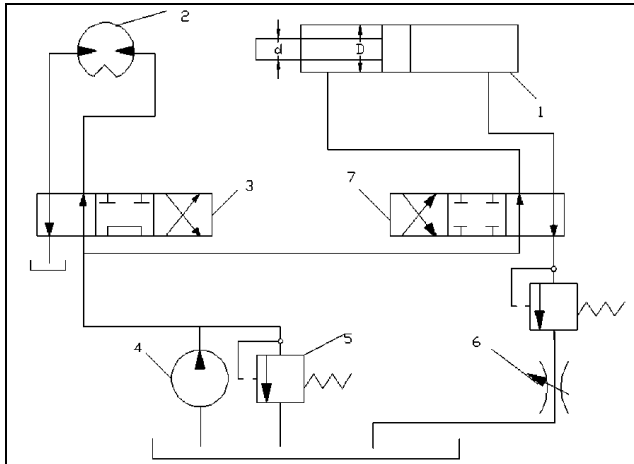

Рисунок 15
15. В объемном гидроприводе (рис. 15) используется гидроцилиндр 1 диаметром $D = 160$ мм и поворотный гидродвигатель 2 двухкратного действия с пластинами прямоугольной формы шириной $b = 100$ мм и диаметрами рабочей камеры: наружным $D = 160$ мм и внутренним $d = 80$ мм. Уплотнение поршня в гидроцилиндре манжетное. Определить, какую подачу создает насос 4 когда поршень гидроцилиндра 1 перемещается влево со скоростью $v = 4$ м/с, выходной вал гидродвигателя 2 вращается с угловой скоростью $\omega_{угл} = 0,5$ рад/с. Объемный КПД гидромотора $\eta_{об} = 0,94$. Утечками масла в гидроаппаратуре пренебречь.